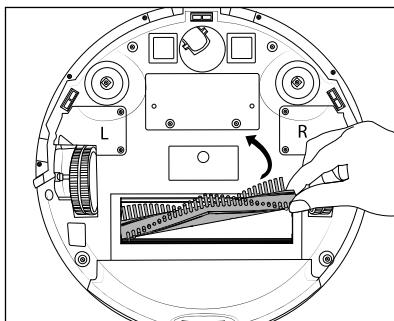

Abb. 15
- ♦ Fassen Sie die Bürstenrolle 18 an der rechten Seite und nehmen Sie sie aus dem Gerät (siehe Abb. 15). Entfernen Sie Haare und Schmutz mit der Reinigungsbürste 10.